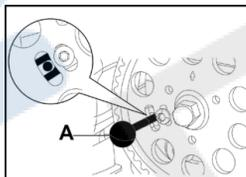

Figura 1: Ruotare l'albero motore in senso orario e montare la dima albero a camme A.
- Dima albero a camme figura 1: N° T10492.